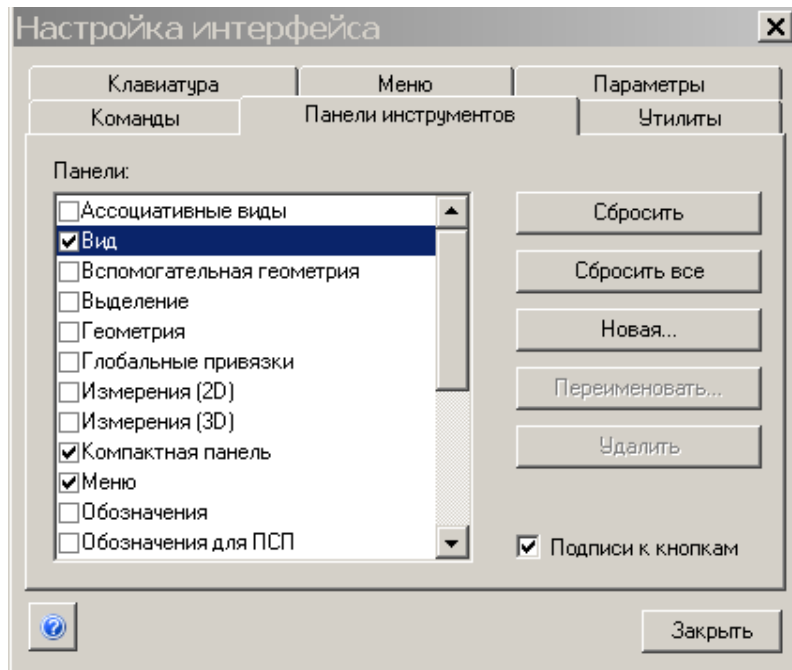

Рис. 1.18. Окно меню **Сервис**⇒**Настройка интерфейса**⇒**Панели инструментов**.
- выбрать в списке нужную панель (в нашем случае – это панель **Вид**, рис. 1.18),